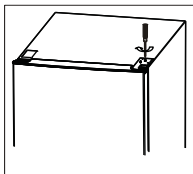

Рисунок 20
2. Отвинтите и снимите петлю (рис. 20).